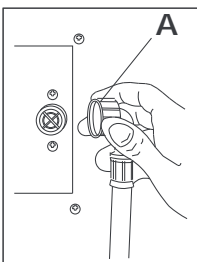

fig. 6
- Schließen Sie an den G 3/4-Anschluss am Backofen die Wasserleitung durch Einschrauben des Verbindungsstücks (A - Abb. 6) an. In den Kreislauf müssen ein entsprechender mechanischer Filter und ein Absperrhahn eingebracht werden.